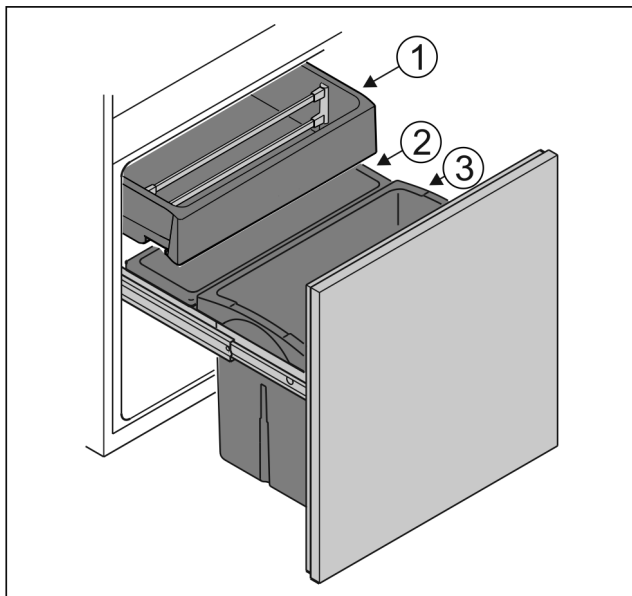

Fig. 6
- ▶ Posoda Fig. 6 (1): Shranjevanje nepakirane zelenjave in tropskega sadja.
- ▶ Posoda Fig. 6 (2): Shranjevanje nepakirane majhnih vrst sadja in zelenjave.
- ▶ Posoda Fig. 6 (3): Shranjevanje posameznih steklenic.